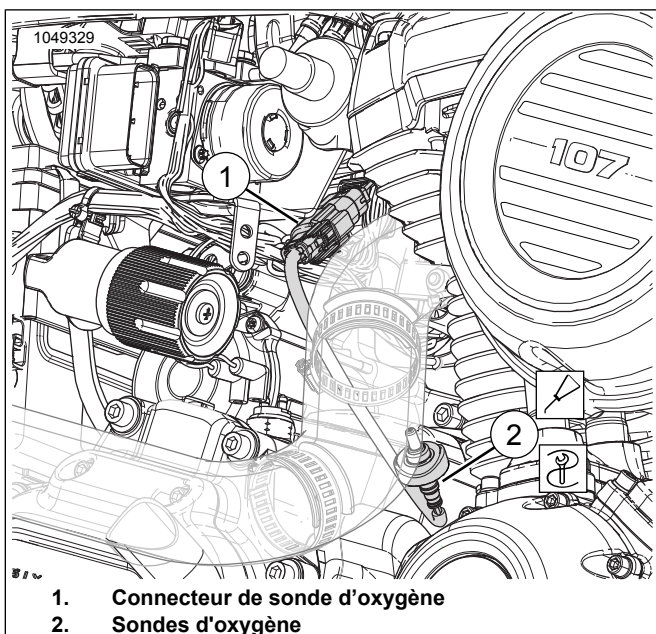

Figure 20. Sonde d'oxygène arrière
Consultez Figure 20 . Débranchez le connecteur de la sonde d'oxygène chauffante arrière (1) du faisceau principal.